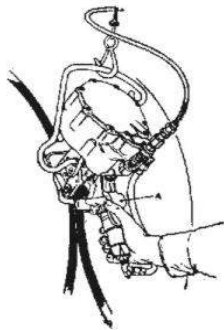

图4 (Fig4)
3.如图4所示,将手柄A往下压一下,此时,送进压轮压住钢带开始工作。当钢带抽紧时,再压一下手柄A,机器将会自动进行锁扣、剪断,此时,操作过程便告完成。